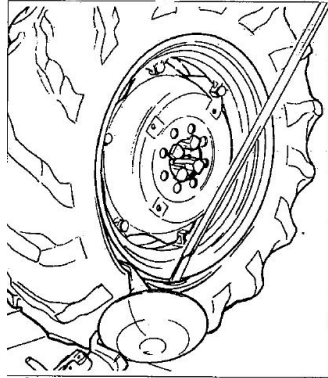

Рис. 26
- 5) Вставьте рычаг LA (см. рис. 26) между ободом колеса и бортом справа от монтажной головки.